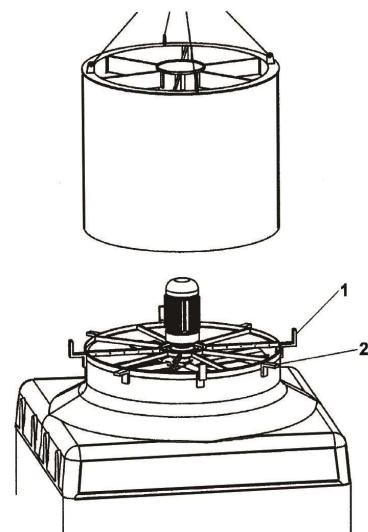

Fig. 16
1. Place (if they don't come already fitted) the "Z" or "L"--shaped profiles (Fig 16/1), which are in one of the spokes of the fan support, in order to serve as a guide.
3. Locate the silencer on top of the upper cap, supporting it on the "L" or "Z"--shaped profiles (Fig 16/2) arranged on the fan supporting ring.
1. Placer (s'ils ne sont déjà placés) les profils en forme de «Z» ou «L» (fig. 16/1), qui se trouvent dans un des rayons du support du ventilateur, pour qu'ils servent comme guide.
3. Placer le silencieux sur le capuchon et l'appuyer sur les profils en «L» ou «Z» (fig. 16/2) disposés sur l'anneau support du ventilateur.
1. Colocar (si no están montados) los perfiles en forma de "Z" ó "L" (fig. 16/1), que se encuentran en uno de los radios del soporte del ventilador, para que sirvan de guía.
3. Situar el silenciador encima de la caperuza y apoyarlo sobre los perfiles "L" ó "Z" (fig. 16/2) dispuestas en el aro soporte del ventilador.